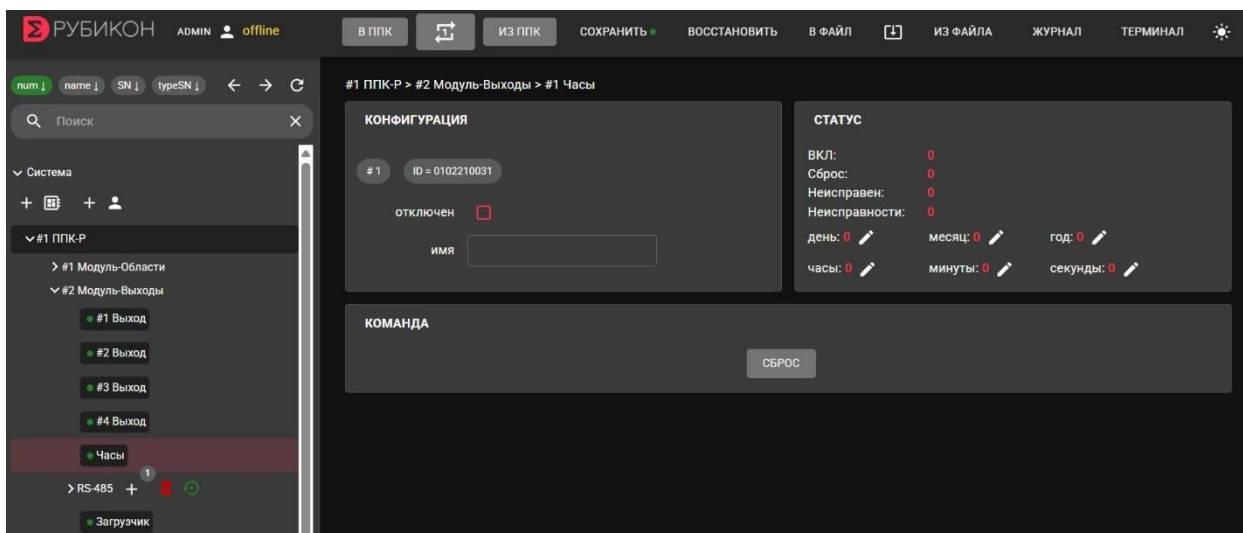

Рисунок 36 – Окно «Часы»
- **Часы:** требуются для настройки времени в ППК, по которому будут фиксироваться события в системе (Рис. 36);